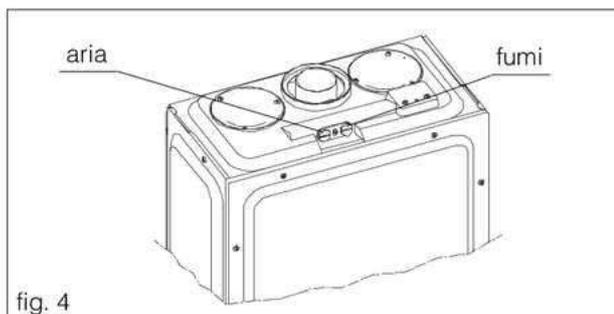

fig. 4
- Con la caldaia alla massima potenza, in modo  (estate), T. SANITARIO a 60°C, rubinetto dell'acqua calda alla massima portata, è possibile effettuare il controllo della combustione inserendo le sonde nelle posizioni previste sulla cassa aria (fig. 4)